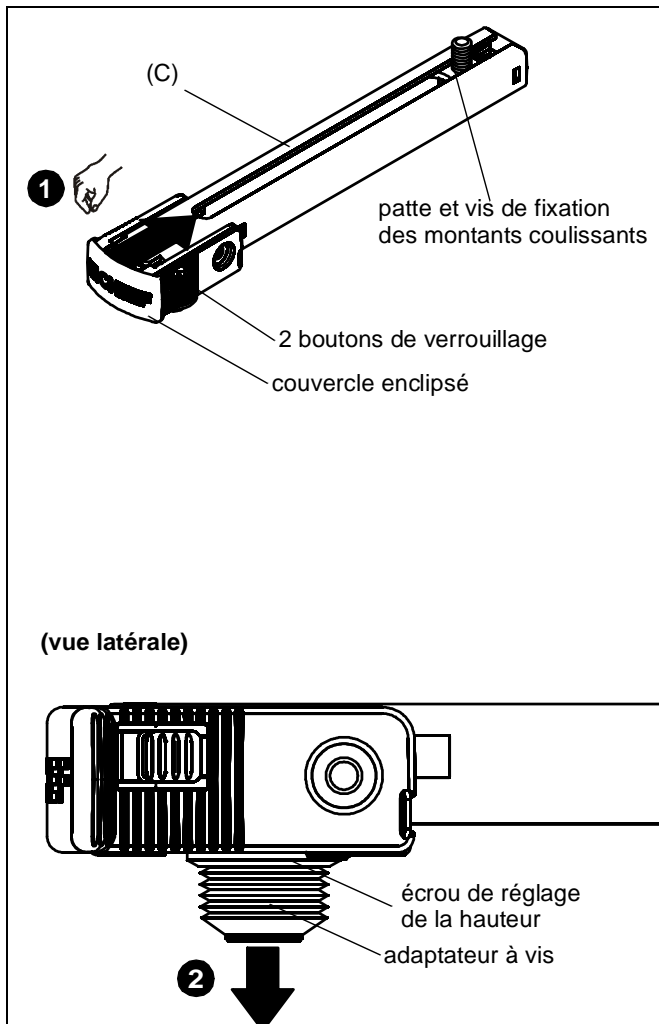

Figure 1
1. Appuyez fermement sur les boutons de verrouillage situés sur le pied SSBU/SSMU (C) en poussant simultanément le couvercle enclipsé vers la patte et la vis de fixation des montants coulissants. (Voir la Figure 1)
2. L'adaptateur à vis et l'écrou de réglage de la hauteur fourni seront relâchés. Mettre de côté pour une utilisation ultérieure. (Voir la Figure 1)